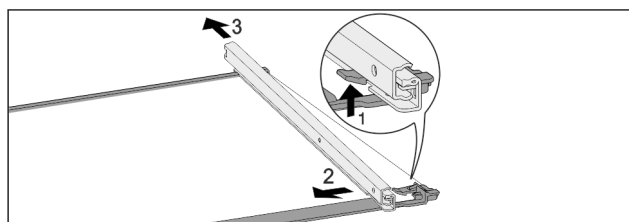

Fig. 84 Skleněná deska s kolejničkami
- ▶ Přední aretační háček zatlačte nahoru. Fig. 84 (1)
- ▶ Výsuvnou kolejničku vysuňte stranou Fig. 84 (2) a dozadu Fig. 84 (3).